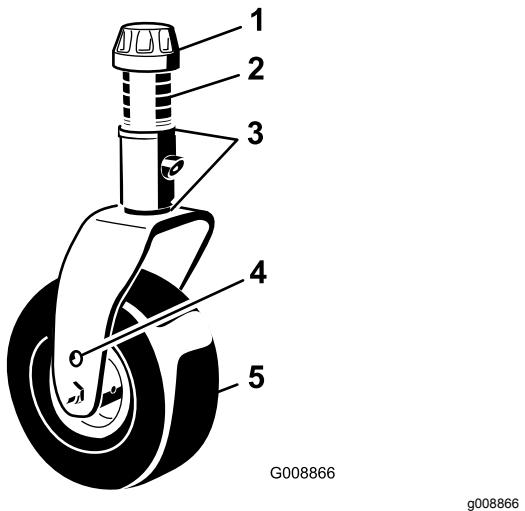

Figura 14
11. Regolate gli spessori di $\frac{1}{8}$ " sulla forcella (o forcelle) della ruota orientabile, finché l'altezza di taglio non corrisponde al valore riportato sull'adesivo (Figura 14); fate riferimento a Regolazione dell'angolo di inclinazione degli apparati di taglio \(pagina 13\).